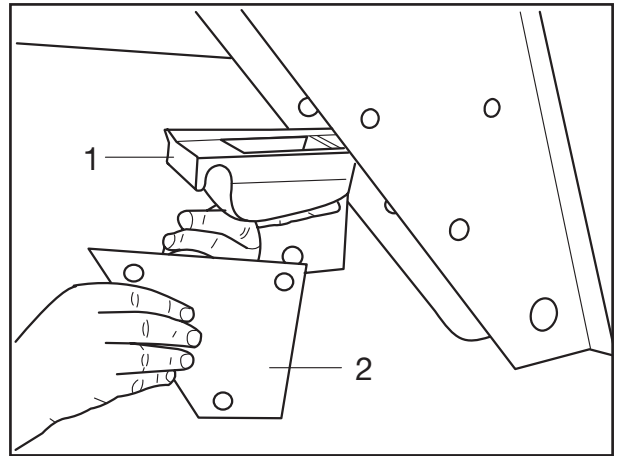
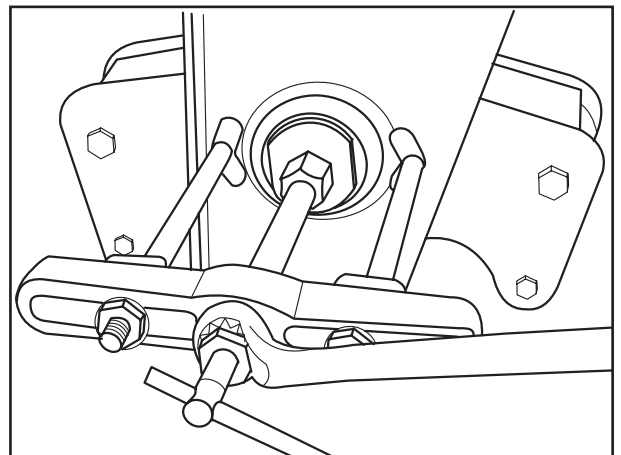

Fig. 4
Fig. 6
- [4] Zum Auswechseln von Gleitstück und Platten der Stützen die Befestigungsschrauben heraus-schrauben, Gleitstücke (Fig. 4/1) und Platten (Fig. 4/2) abnehmen.
- [8] Bei feststehendem Gewindebolzen Sechskantmutter (Fig. 6/1) mittig auf den Bolzenkopf aufschweißen. Gewindebolzen mit einer Abziehvorrichtung herausziehen (Fig. 6).
| <p>[4] To exchange the sliders and plates of the supports, unscrew the securing bolts, remove sliders (Fig. 4/1) and plates (Fig. 4/2).</p> <p>[5] Check slider and plates for wear. Upon reduction of the thickness of the plates by 50 % of the total thickness, the plates must be exchanged.</p> <p>[6] As necessary, remove the split pin from the thread bolts in the equalizing beam, unscrew castle nut or locking nut.</p> <p>[7] Remove disc and thread bolt.</p> <p>[8] If the thread bolt is seized, weld a hexagonal nut (Fig. 6/1) on to the middle of the bolt head. Remove thread bolt with a drawing tool (Fig. 6).</p> <p>[9] Remove the equalizing beam from the hanger bracket.</p> | <p>[4] Pour le remplacement de la pièce de glissement et des plaques aux mains, ôter les vis de fixation, enlever les (fig. 4/1) et les pièces de glissement plaques (fig. 4/2).</p> <p>[5] Vérifier l'usure de la pièce de glissement et des plaques. En cas de diminution de l'épaisseur des plaques à 50% de l'épaisseur totale, les plaques doivent être remplacées.</p> <p>[6] Le cas échéant, dégoupiller le boulon fileté dans le balancier, dévisser l'écrou crénelé ou l'écrou de sûreté.</p> <p>[7] Enlever la rondelle et retirer le boulon fileté.</p> <p>[8] En cas des boulons filetés fixes, souder l'écrou à six pans (fig. 6/1) au milieu sur la tête de boulon. Retirer le boulon fileté avec un dispositif d'extraction (fig. 6).</p> <p>[9] Ôter le balancier du support.</p> |